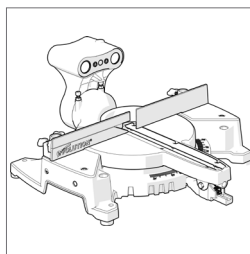

Fig. 1a
- Le socle et le col de biseau (**Fig. 1a**).